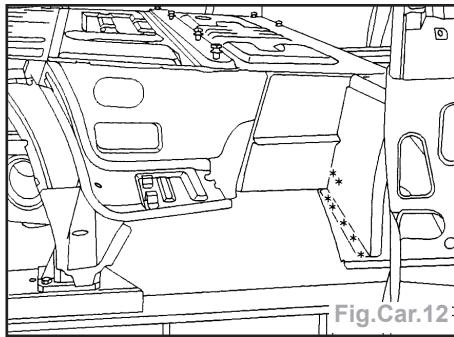

Fig.Car.12
- Dégrafer la ligne de points et les points à l'aide d'une fraise de Ø 8 mm (2 points) (Fig.Car.12).